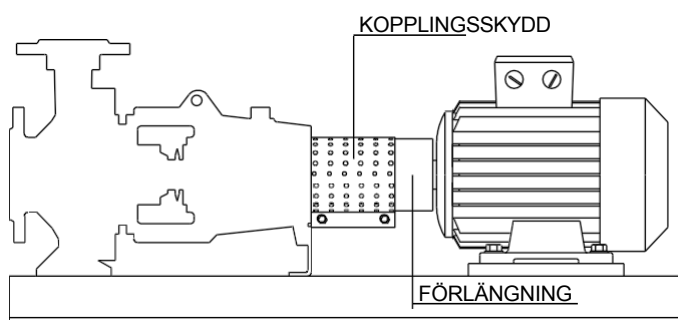

Fig. 17 – KONTROLL AV INRIKTNINGEN PÅ BOTTENPLATTENS PUMP
- 7 - Ta bort kopplingskyddet och dess förlängning (om sådan finns) som är fäst vid pumpen genom att skruva loss de två låsskruvarna (se fig. 17 och 18).